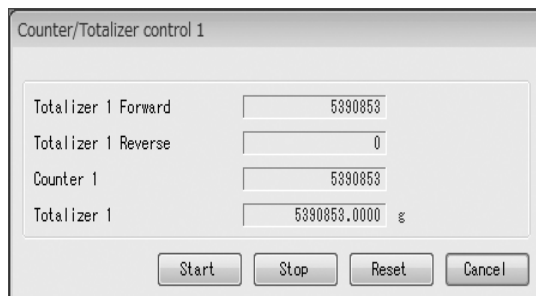

図151
- ① メニューの「Diagnosis/Service(T)」>「Counter/Totalizer control」>「Counter/Totalizer control 1」をクリックします。
- ② 次のウィンドウ(図151)が表示されます。